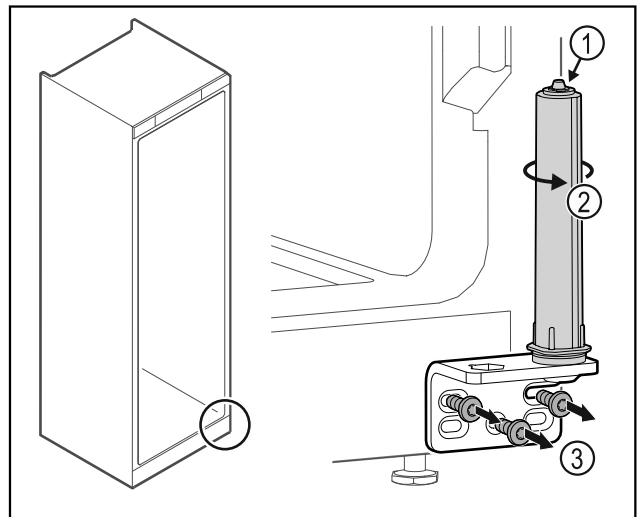

Fig. 49
- ▶ Ne pas désassembler le système de fermeture de la porte Fig. 49 (1).
- ▶ Tourner le système de fermeture Fig. 49 (2) jusqu'à entendre un clic.
- ▶ Dévisser l'équerre de la charnière Fig. 49 (3).